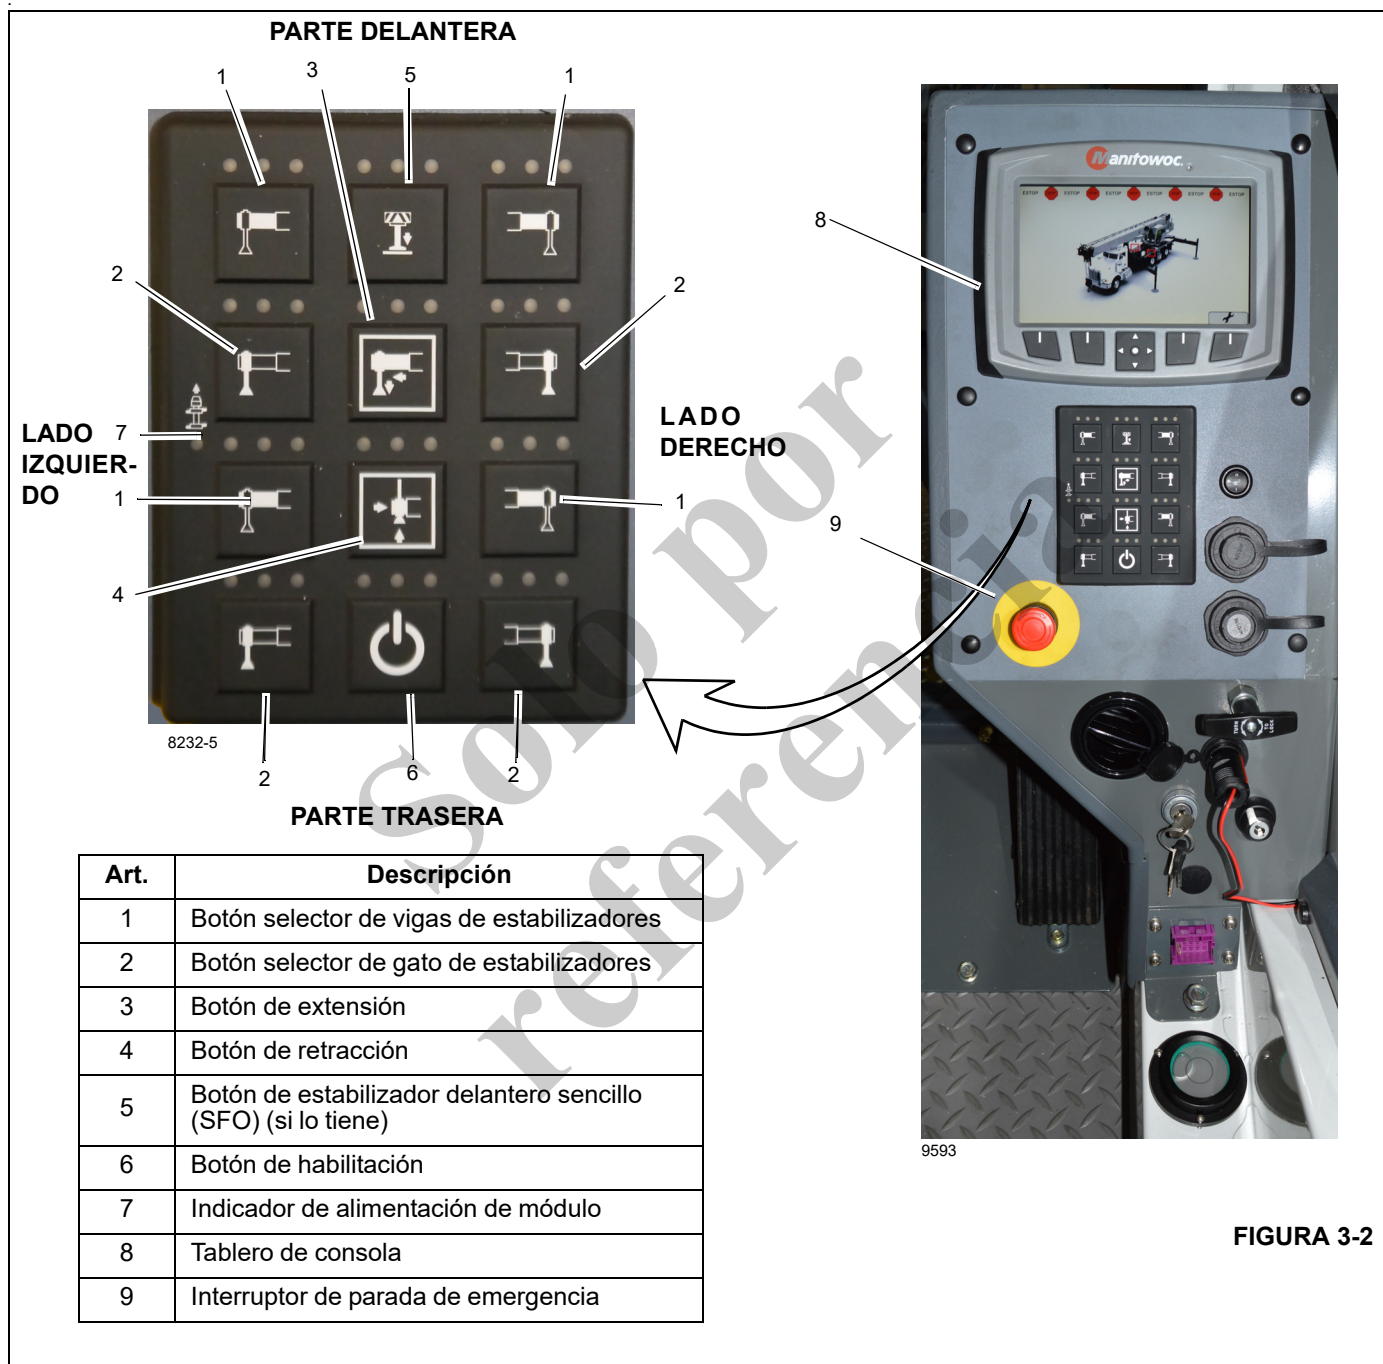

FIGURA 3-2
- El interruptor de parada de emergencia (ESTOP) de la cabina de la grúa (9, Figura 3-2) debe estar suelto.
Los estabilizadores se pueden accionar desde tres lugares, que incluyen el controlador de teclado (Figura 3-1) ubicado en la consola de la cabina de la grúa y dos teclados de control de los puestos exteriores (Figura 3-2) ubicados en los lados izquierdo y derecho del chasis del vehículo. El controlador de estabilizadores en la cabina contiene los controles para extender y retraer las vigas, para elevar y bajar los cilindros de estabilizadores (gatos) y para elevar y bajar el estabilizador delantero sencillo (SFO), si lo tiene. El puesto exterior del lado derecho (pasajero) controla todos los cilindros de estabilizador verticales y el SFO (si lo tiene), pero solo las vigas horizontales en el lado derecho (pasajero) de
El tablero de control de los estabilizadores de la cabina (Figura 3-2) está ubicado en el tablero de la consola delantera de la cabina de la superestructura y se utiliza para controlar los estabilizadores desde el interior de la cabina. El tablero de control contiene una pantalla táctil con botones de control e indicadores para extender y retraer las vigas, elevar y bajar los cilindros de gato de los estabilizadores y elevar y bajar el estabilizador delantero sencillo (SFO), si lo tiene. Si no tiene un SFO, los indicadores LED de SFO arriba del botón SFO se iluminan de color rojo. El puesto de control en la cabina de la grúa contiene un indicador de nivel y un interruptor de parada de emergencia. Todas las funciones de los estabilizadores se pueden controlar desde el tablero de control de la cabina.
El botón de habilitación se encuentra en el tablero de control de estabilizadores de cabina (Figura 3-2) y se usa junto con la preselección de los interruptores selectores de estabilizadores para controlar el funcionamiento de los estabilizadores.
El botón de extensión se encuentra en el tablero de control de estabilizadores (Figura 3-2) y se usa junto con los botones de habilitación para controlar las funciones de las vigas de los estabilizadores o de los gatos.
El botón de retracción se encuentra en el tablero de control de estabilizadores (Figura 3-2) y se usa junto con los botones de habilitación para controlar las funciones de las vigas de los estabilizadores o de los gatos.
Los indicadores LED muestran el estado del botón de control que se está seleccionando (Figura 3-2) en el tablero de control de estabilizadores de cabina. Un LED se ilumina por 5 segundos después de que un botón ha sido seleccionado.
El indicador de alimentación de módulo se encuentra en el tablero de control de estabilizadores en la cabina e indica que el puesto de control del estabilizador (Figura 3-2) está activo cuando se ilumina un LED verde. El puesto de control
Los botones selectores de vigas de estabilizadores (Figura 3-2 y Figura 3-3) se utilizan para accionar las vigas de estabilizadores delanteros o traseros. Ambos lados se pueden accionar desde el tablero de control de estabilizadores de la cabina.
Los botones selectores de vigas de estabilizadores de control exterior (Figura 3-1 y Figura 3-2) se usan para accionar la viga de estabilizadores delanteros o traseros solamente en el lado de la grúa donde se encuentra el control desde el suelo.
Use los botones selectores de gato de estabilizadores (Figura 3-1 y Figura 3-2) para indicar qué gato desea accionar.
El botón de estabilizador delantero sencillo (SFO) (Figura 3-2) está ubicado en el panel de control de estabilizadores (si lo tiene) para los controles de estabilizadores de cabina y controles exteriores de estabilizadores (Figura 3-1 y Figura 3-3). El botón de SFO se usa para bajar y elevar el estabilizador delantero central opcional. Para accionar el SFO, presione el botón del SFO para activarlo y luego presione el botón de extensión/retracción. El SFO se retraerá de manera automática cuando se ajusta cualquiera de los otros gatos y se lo debe reposicionar si la elevación va a continuar. Si no tiene un SFO, el LED rojo se ilumina.
Hay un interruptor de parada de emergencia (Figura 3-2 y Figura 3-3) ubicado en cada control de estabilizadores a cada lado del vehículo (Figura 3-3) y en el interior de la cabina en la consola delantera (Figura 3-2). Cuando se presiona un interruptor de parada de emergencia, se apaga el motor.